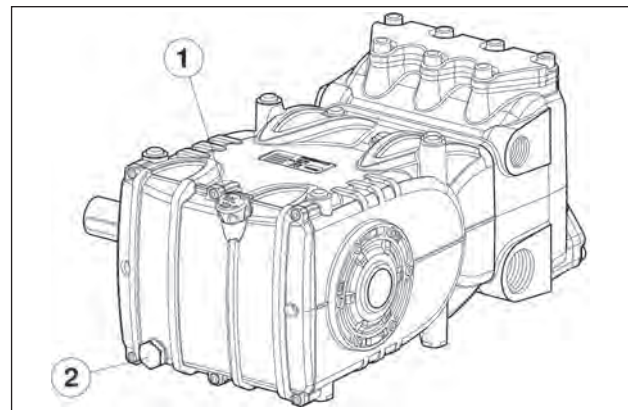

Abb. 3
Überprüfen Sie den Ölstand und füllen Sie bei Bedarf Öl über den Ölmesstab Pos. ①, Abb. 3.
Die Ölstandprüfung hat mit der Pumpe auf Umgebungstemperatur zu erfolgen, für den Ölwechsel soll die Pumpe dagegen auf Betriebstemperatur sein. Entfernen Sie dazu: den Ölmesstab Pos. ① und anschließend den Verschluss Pos. ②, Abb. 3.
Führen Sie einen Temperaturfühler in den Ölablassverschluss Pos. (2) Abb.3 ein. Siehe Anleitung „ATEX-EXPLOSIONSSCHUTZ“.